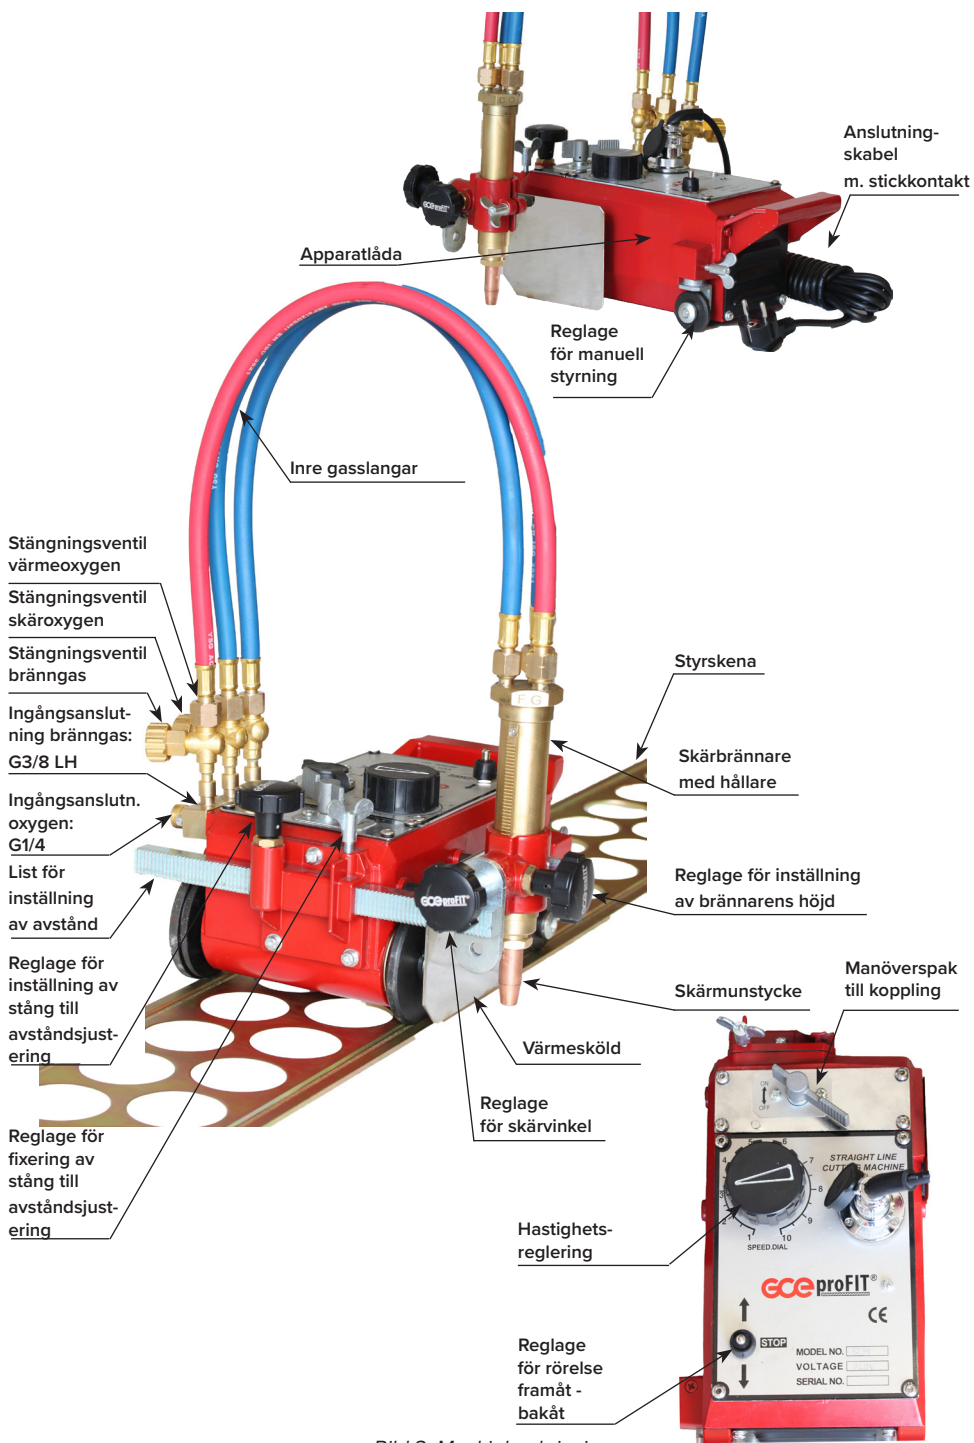

Bild 3: Maskinbeskrivning
för önskad skärprofil, som visas i bild 3 - 5.
4.5.5. Öppna samtidigt ventilen för skäroxygen helt och starta maskinens rörelse genom att slå om strömställaren för förflyttning i önskad riktning enl. bild 3.